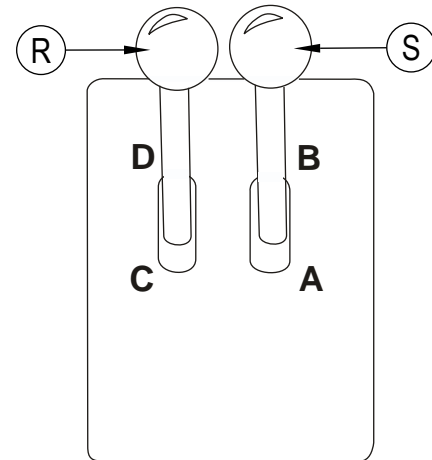

FIGURA 9
O controle de ativação e elevação da vassoura da direita (H) fica à direita do painel de instrumentos. Para suspender e parar a vassoura lateral, segure a alavanca e empurre-a até o engate marcado com a seta para cima. Para descer a vassoura, segure a alavanca e empurre-a para cima e para a esquerda a fim de destravá-la. Depois, deixe-a baixar até chegar à seta para baixo. A vassoura começa a girar automaticamente quando é abaixada. Para ligar as vassouras laterais, cloque a alavanca do elevador da caçamba/vassouras laterais na posição “ON” (Ver Figura 9).
ALAVANCA DE ELEVAÇÃO DA CAÇAMBA/VASSOURAS LATERAIS (Ver Figura 9)
ALAVANCA DE CONTROLE DA DESCARGA/RETORNO DA CAÇAMBA (Ver Figura 9)
O controle de elevação da vassoura da esquerda (V) fica no lado esquerdo do painel de instrumentos. Para suspender e parar a vassoura lateral, segure a alavanca e empurre-a até o engate com a marca "UP". Para descer a vassoura, segure a alavanca e empurre-a para cima e para longe da trava. Depois, deixe-a baixar até a marca "DOWN". Para ligar as vassouras laterais, cloque a alavanca do elevador da caçamba/vassouras laterais (R) FIGURA 9 na posição "ON".